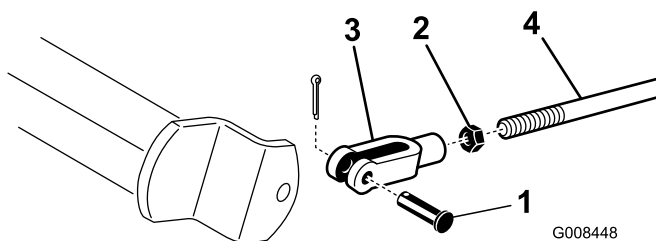

Figura 46
2. Si los frenos no se bloquean en la misma medida, desconecte las varillas de los frenos retirando el pasador y la chaveta (Figura 46).
3. Afloje la contratuerca y ajuste la horquilla (Figura 46).
4. Monte la horquilla en el eje del freno (Figura 46).